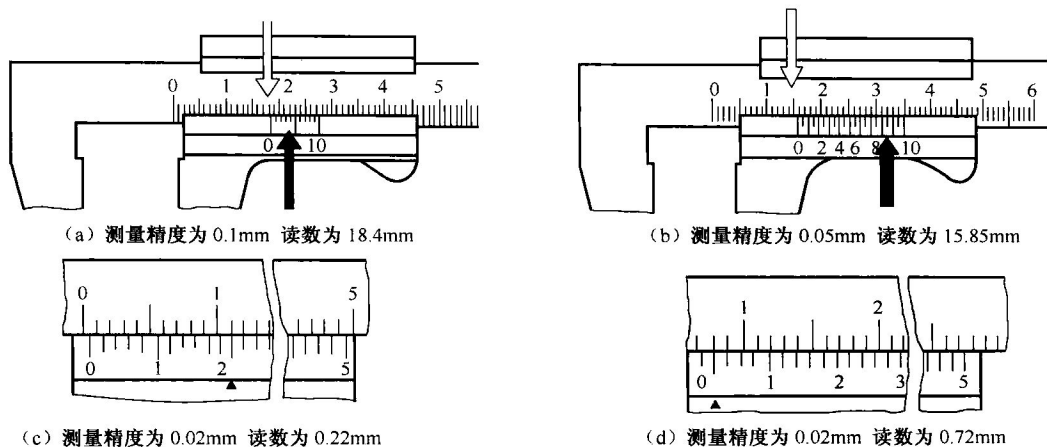

图 1-17 游标卡尺的读数方法
(1) 读整数：在尺身上读出位于游标零线左边最接近的整数值（mm）。
(2) 读小数：用游标上与尺身刻线对齐的刻线格数，乘以游标卡尺的测量精度值，读出小数部分。
(3) 求和：将两项读数值相加，即为被测尺寸，如图 1-17 所示。